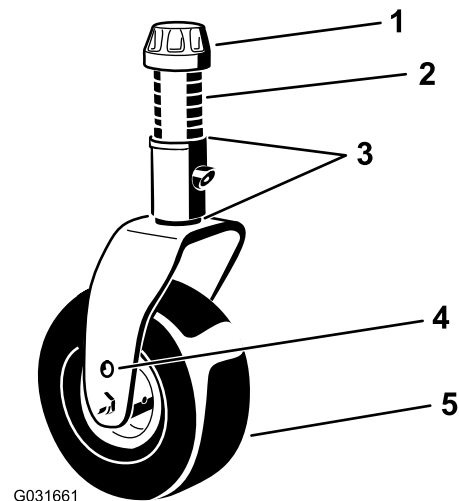
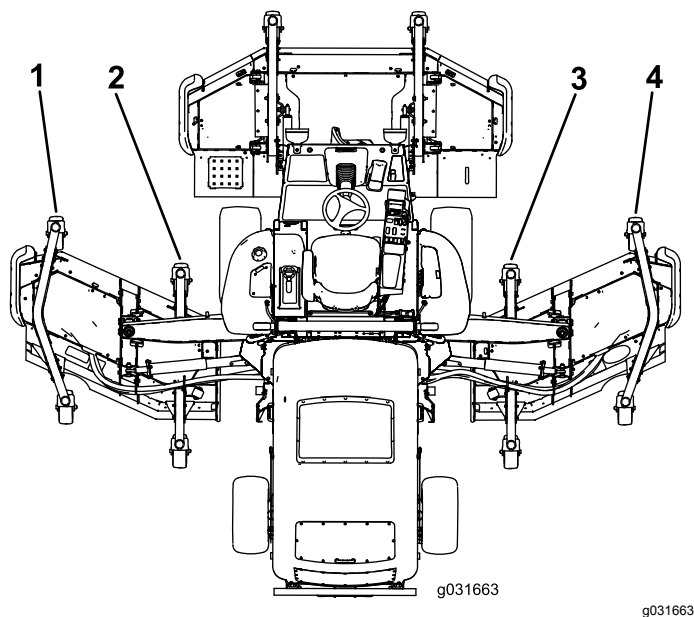

Figure 26
Figure 27
- Si le bord intérieur du plateau de coupe latéral est trop élevé par rapport au bord extérieur du plateau de coupe avant, retirez une cale au bas du bras pivotant intérieur avant du plateau latéral (Figure 26 et Figure 27).
- Si le bord intérieur est encore trop élevé, retirez une cale supplémentaire au bas du bras pivotant intérieur avant et une cale du bras pivotant extérieur avant du plateau de coupe latéral (Figure 26 et Figure 27).
- Si le bord intérieur du plateau de coupe latéral est trop bas par rapport au bord extérieur du plateau de coupe avant, ajoutez 1 cale au bas du bras pivotant intérieur avant du plateau latéral (Figure 26 et Figure 27).